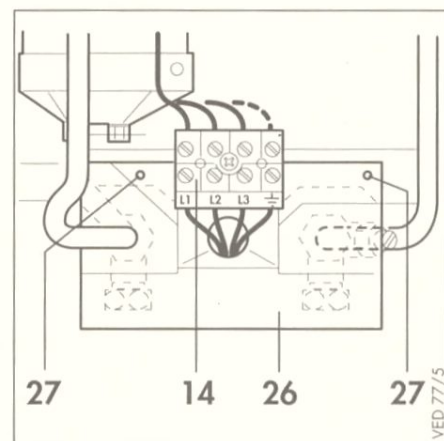

Abbildung 6.2
(Abbildung 6.2) ist die oben im VED .../4 EP angebrachte Klemmleiste (14) abzuschrauben. Die beiliegende rechteckige Schutztülle (26) über das einzuführende Kabel ziehen und auf die Befestigungsnocken (27) – unten an der Rückwand zwischen den Wasseranschlüssen – aufstecken.